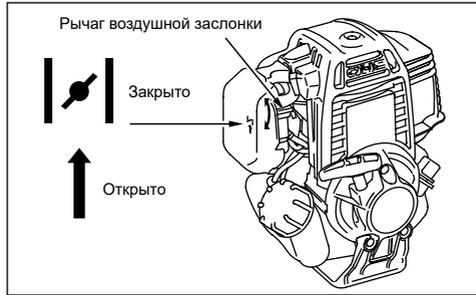

Рис. 13
5. Переведите рычаг воздушной заслонки в верхнее положение – |/| «Закрыто» (рис. 13).
9. Переведите рычаг воздушной заслонки (рис. 13) в нижнее положение ||| «Открыто».
1. Переведите рычаг воздушной заслонки в нижнее положение – ||| «Открыто» (рис. 13).